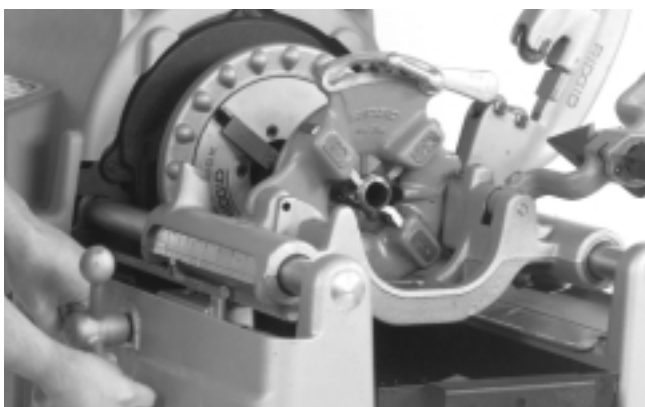

Figure 8 – Filetage des tuyaux avec la machine à fileter manuelle Modèle 535
5. Tournez le volant du chariot afin d'amener les filières contre l'extrémité du tuyau. Une légère pression sur le volant engagera les filières (Figure 8).
1. Appuyez sur la poignée pour faire reposer la plaque à cames (Figure 8 – tête de filière Modèle 816/817) contre la butée comme indiqué.